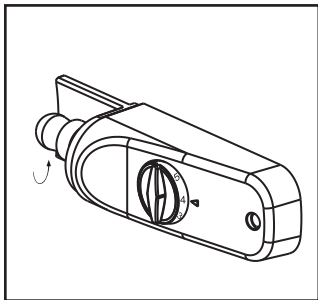

Figura 2
- Para retirar a lâmpada, girar a lâmpada no sentido anti-horário (figura 2).